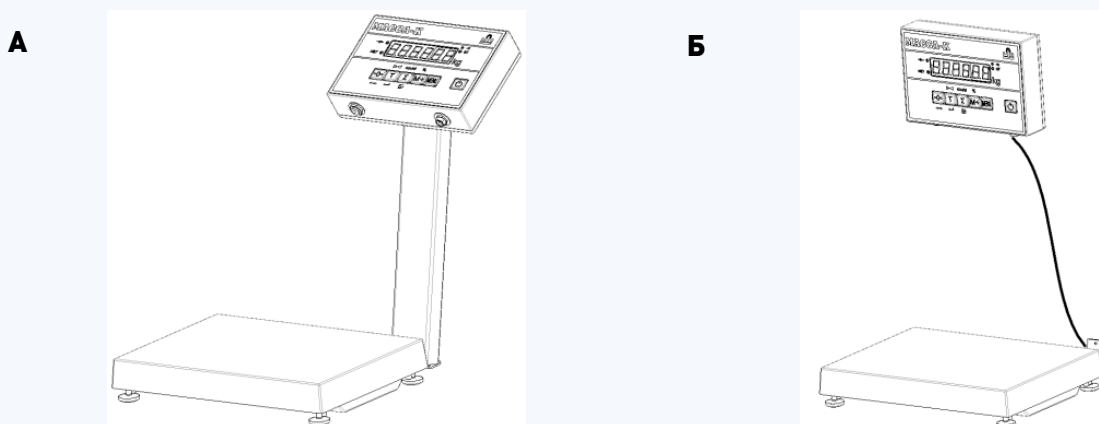

Рис.6.1. - Варианты размещения устройства управления
6. Выбрать удобный вариант размещения устройства управления для работы с весами (Рис.6.1). Собрать весы. Подключить кабель устройства весоизмерительного к устройству управления. Установить весы на устойчивом основании (столе), не подверженном вибрациям. При помощи регулировочных ножек выставить весы по ампуле уровня таким образом, чтобы пузырек воздуха находился в центре ампулы. Установить на весы грузоприемную платформу.